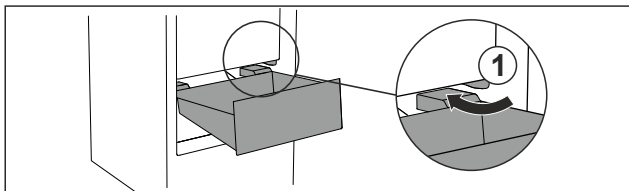

Fig. 21
- ▶ Schubfach schräg um die Stopper Fig. 21 (1) herumführen.